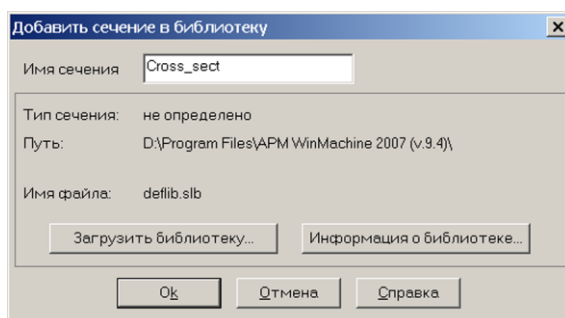

Рис. 2.1.6. Диалоговое окно **Добавить сечение в библиотеку**
3.1.3. **Внесение нового сечения в библиотеку сечений.** Созданное поперечное сечение нужно внести в библиотеку сечений. Переходим в соответствующий режим выбором в меню **Библиотека** опции **Добавить в библиотеку**, после чего на экране появляется окно **Добавить сечение в библиотеку** (рис. 2.1.6). Затем нажимаем кнопку **Загрузить библиотеку...**, выбираем из открывшегося списка нужную библиотеку, указывая тем самым путь к ней – в рассматриваемом случае это библиотека **deflib.slb** – и записываем в поле **Имя сечения** название сечения, т. е. имя, под которым оно будет внесено в выбранную библиотеку. После нажатия кнопки **Ок** про-